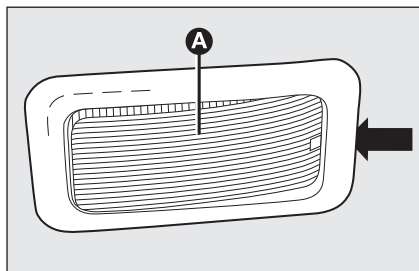

fig. 40
- mediante il cacciavite in dotazione, estrarre la plafoniera **A**-fig. 40 agendo nel punto indicato dalla freccia;